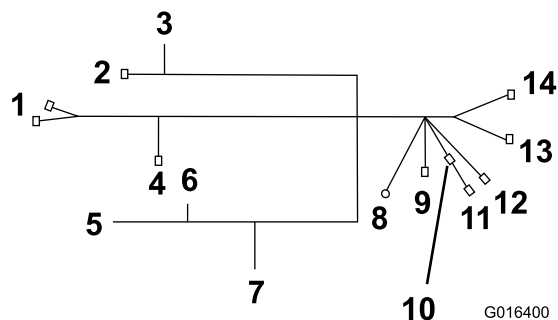

Figure 14
- Faites passer la branche du faisceau de câblage avec les connexions suivantes dans le couvercle latéral au point d'entrée du faisceau principal dans le panneau (voir Figure 14) :
1. Amenez la branche du faisceau de câblage avec les connecteurs jusqu'au feu arrière gauche, à l'éclairage de la plaque d'immatriculation et au feu arrière droit (Figure 14).
1. Amenez la branche du faisceau de câblage avec les connecteurs jusqu'au phare et à l'indicateur de direction gauche et à l'avertisseur sonore (Figure 14).